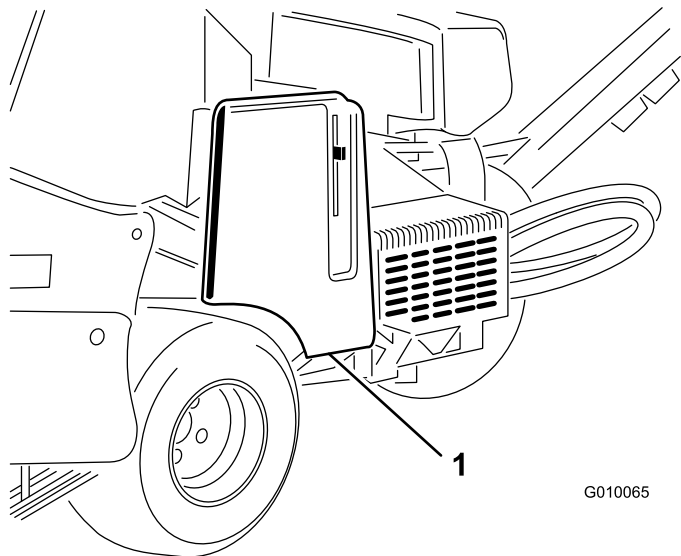

Figura 55
1. Destranque e retire a cobertura da correia (Figura 55).